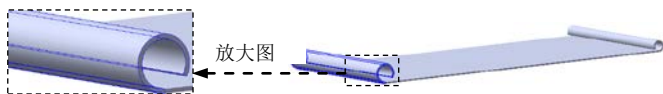
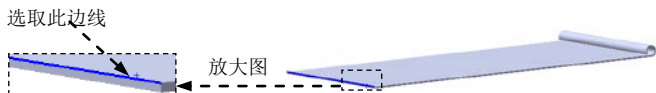

图 14.3.15 褶边 2
图 14.3.16 定义特征的边线
Step4. 创建图 14.3.15 所示的钣金基础特征——褶边 2。
(1) 选择命令。选择下拉菜单 **插入(I)** → **钣金(B)** → **褶边(B)...** 命令。系统弹出“褶边”对话框。
(2) 定义特征的边线。选取图 14.3.16 所示的模型边为生成褶边的边线。选取“折弯在外”选项.
(3) 定义褶边类型和大小。在“类型和大小(T)”区域中选择“滚轧”选项, 在文本框中输入角度值 300.0, 在文本框中输入半径 0.8。
(4) 单击按钮, 完成褶边 2 的创建。